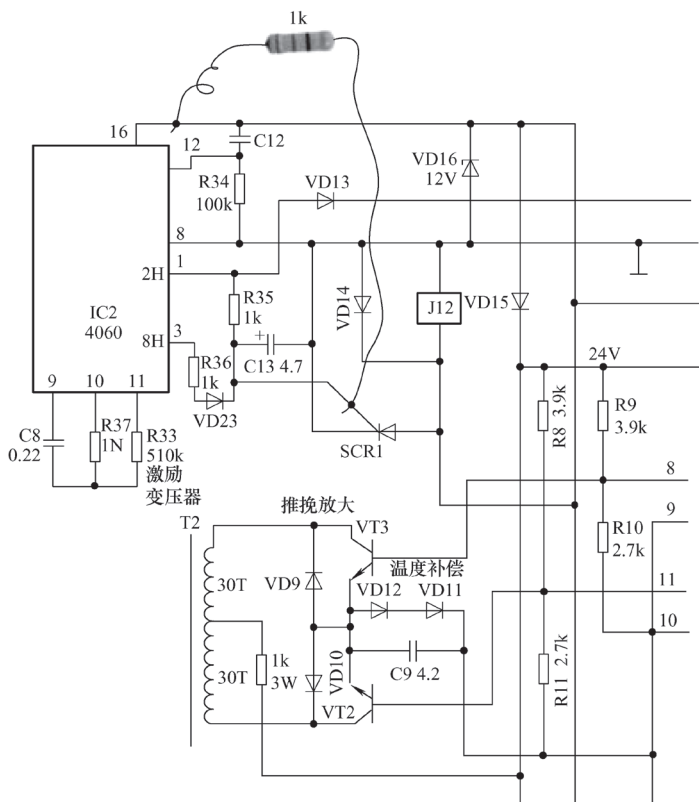

图 4-53 晶闸管 SCR1 控制极与 12V 电源间接 1k 电阻
① 继电器 J12 开关触点粘连, 造成充电器不能自动断电。此种情况还会造成充电器插上电源插头就通电, 电源开关失效的现象。
② 晶闸管 SCR1 开路不能正常导通, 无法使继电器 J12 失电断开。
③ IC2 的内外电路异常,造成①脚和③脚无高电平电压输出。
2) 随后取  $1k\Omega$  的电阻, 一端接  $+12V$ , 另一端接晶闸管 SCR1 的控制极, 相当于提供触发电平, 如图 4-53 所示, 此时充电器能够断开电源, 表明晶闸管工作正常而故障在 IC2 或其外围元件。
3) 接着测量 IC2 的⑫脚在充电器通电后有复位过程, 表明电容 C12 和电阻 R34 正常, 然后检查⑨、⑩、⑪脚的外接电容 C8、电阻 R33、R37, 均未发现异常。于是更换 IC2, 充电器再次通电空载测试, 2h 内电源自动断开故障排除。